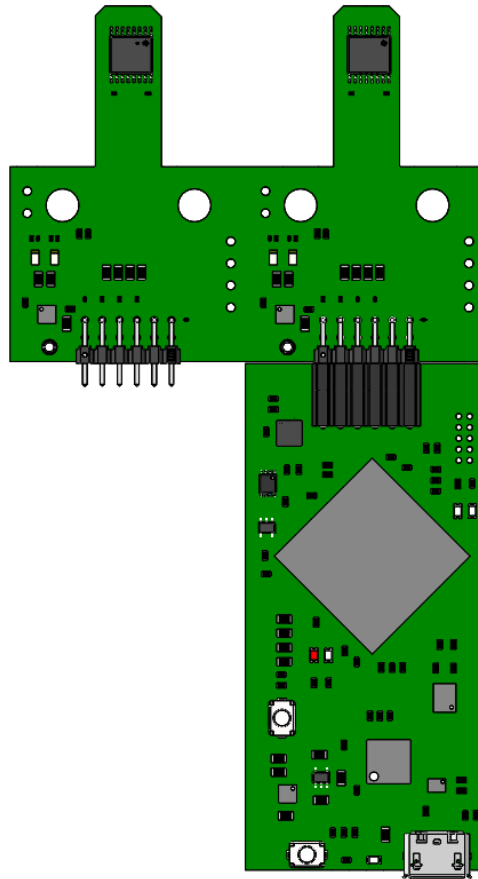

图 3-1. TI-SCB 控制器上的 EVM
2. 将 EVM 连接到传感器控制板 (TI-SCB) (请参阅图 3-1)。
要将 EVM 与随附的 TI-SCB 控制器配合使用，请按照图 3-1 所示连接 EVM。